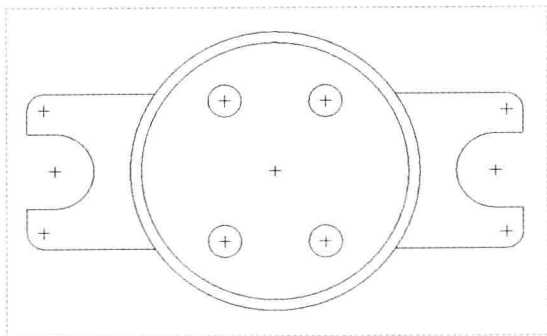

图 13-61 夹具体效果
Step 03 在“功能区”选项板中切换至“视图”选项卡，在“显示”面板中单击“显示尺寸”按钮和“显示顶点”按钮，隐藏尺寸和顶点，此时即可完成夹具体的绘制，效果如图 13-61 所示。